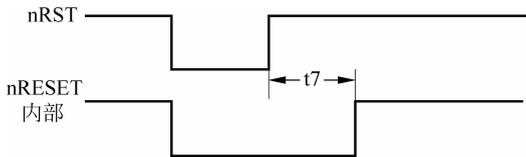

图 3-9 外部复位时序图
(3) 内部复位释放,微控制器加载初始堆栈指针和初始程序计数器,并取出由程序计数器指定的第一条指令,然后开始执行,复位时序见图 3-9。